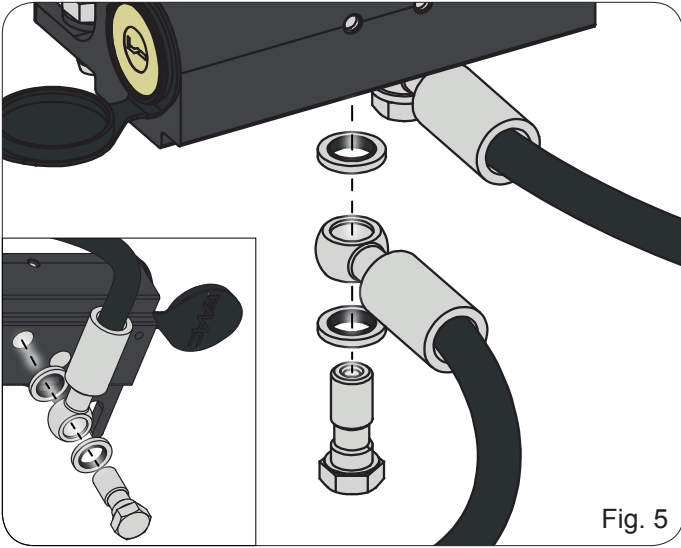

Fig. 5
- Ensamble el cuerpo del desbloqueo con los tubos de conexión del aceite, tal y como se indica en la Fig. 5. Repita la operación para ambos tubos.
- Asembleer de behuizing van de ontgrendeling met de verbindingsleidingen voor de olie zoals aangegeven in Fig. 5. Herhaal deze handeling bij beide leidingen.